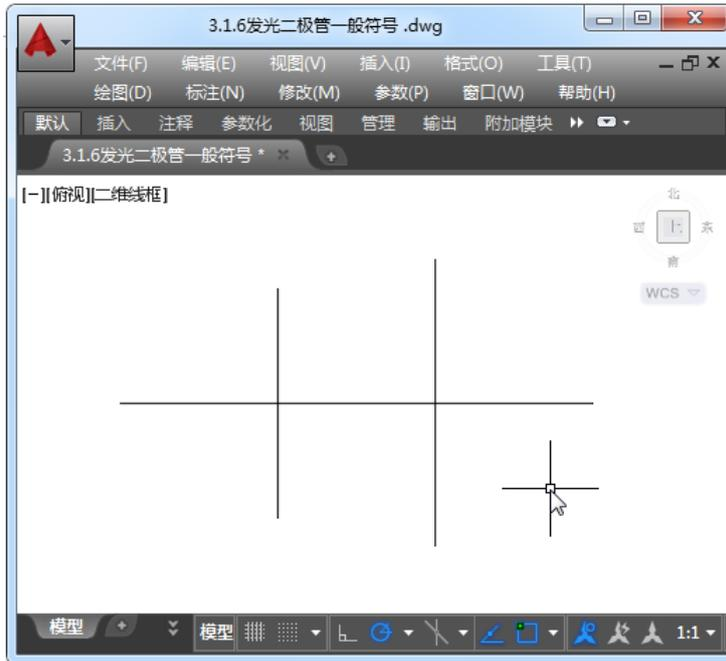

图 3-16 绘制短竖线
Step05: 继续执行【直线】命令, 选取定数等分点左边的点为中点, 绘制短竖线, 如图 3-16 所示。